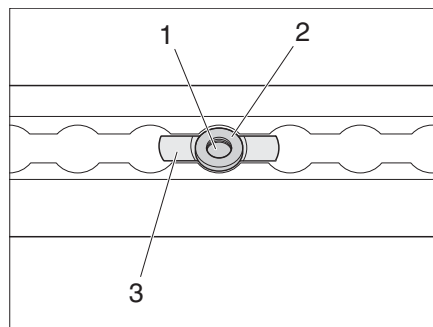

Bild 26 Nutenstein ausbauen
- Mit Torx-Schlüssel Schraube (Bild 26,1) im Nutenstein lösen.
- Nutenstein (Bild 26,3) im Raster verschieben, bis die rote Zentrierscheibe (Bild 26,2) entnommen werden kann.
- Nutenstein (Bild 26,3) entnehmen.